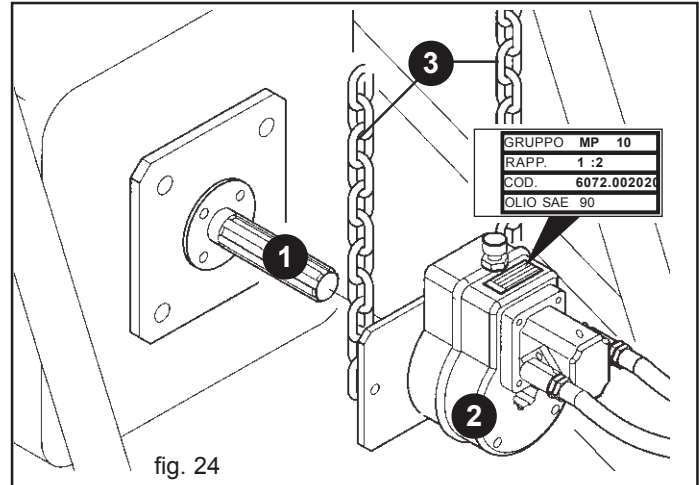

fig. 24
Bei abgeschaltetem Motor und stabil gebremstem Schlepper alle Schnellkupplungen einstecken. Die Zapfwelle des Schleppers (1, Abb. 24) säubern und mit Fett schmieren. Das Getriebe (2) wie in Abb. 24 gezeigt auf die Zapfwelle des Anbaugeräts aufstecken. Die korrekte Kopplung überprüfen und die Drehung des Übersetzers mit den beige gestellten Ketten sperren (3, Abb. 24), indem diese an ein festes Teil des Schleppers angeschlossen werden.